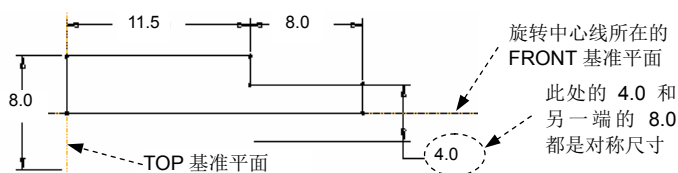

图 5.11.3 截面草图
(2) 定义截面草图的放置属性。选取 RIGHT 基准平面为草绘平面，采用模型中默认的方向为草绘视图方向；选取 TOP 基准平面为参考平面，方向为 **左**；单击对话框中的 **草绘** 按钮。
(3) 系统进入草绘环境后，绘制图 5.11.3 所示的旋转特征旋转中心线和截面草图。
① 单击 **草绘** 选项卡 **基准** 区域中的 **中心线** 按钮，在 FRONT 基准平面所在的线上绘制一条旋转中心线，如图 5.11.3 所示。